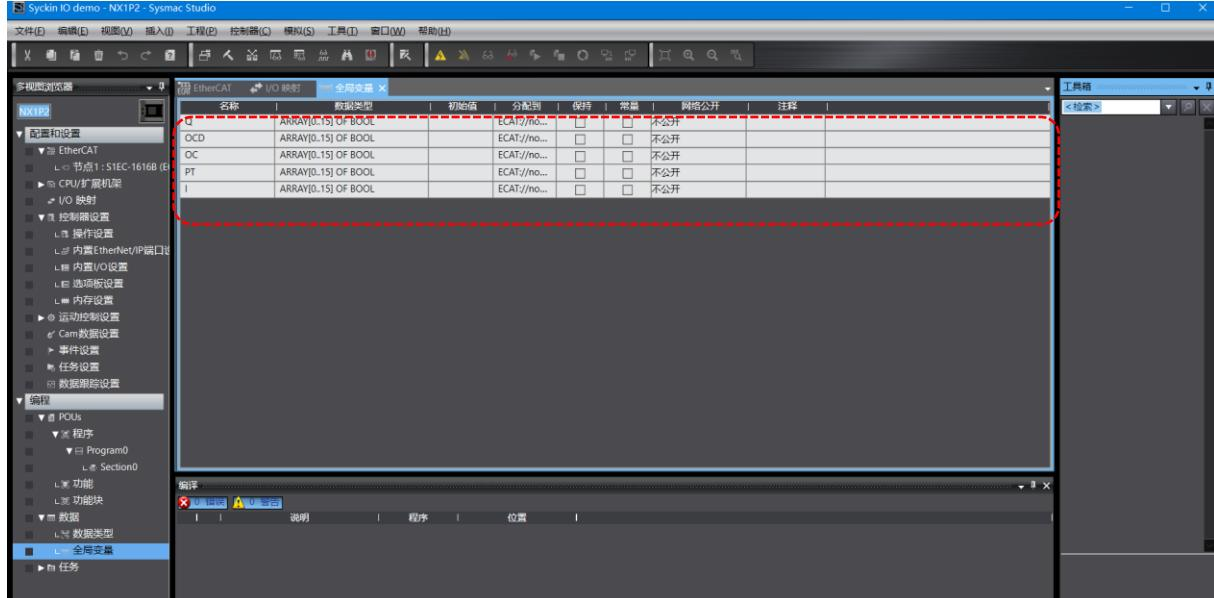

图 3.16
2. 当新的变量未声明过就在此进行 I/O 映射时，系统会默认将新的变量进行自动声明成全局变量，并与映射的 I/O 数据类型保持一致。如图 3.16 全局变量就是在 I/O 映射的时候自动声明而生成的。